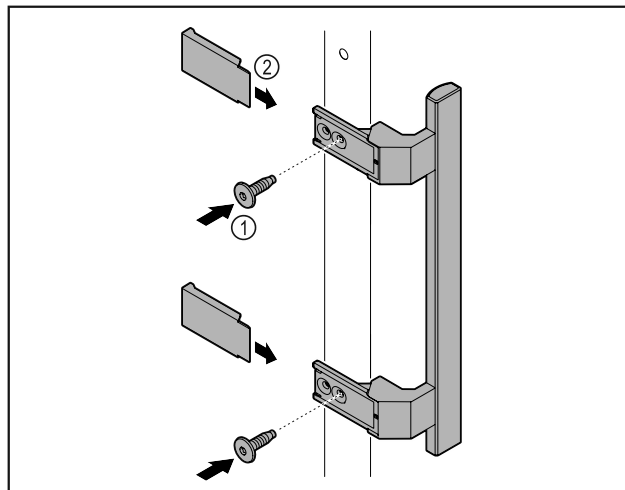

Fig. 2
- ▶ Zamontować uchwyt z dodatkowego opakowania na drzwiach przy użyciu dotychczasowych śrub Fig. 2 (1).
- ▶ Założyć osłonę Fig. 2 (2).